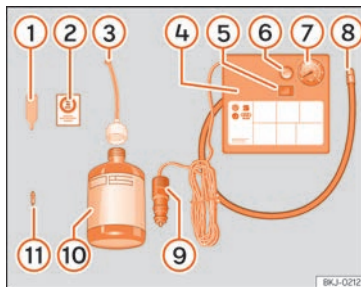

Fig. 41 Representación estándar: contenido del kit antipinchazos.
El kit antipinchazos se encuentra en el compartimento del maletero bajo el revestimiento del suelo. Incluye los siguientes componentes » **fig. 41:**
- Desenrosque la caperuza y el obús de la válvula del neumático. Utilice el aparato »» fig. 41 ① para extraer el obús. Colóquelo en una superficie limpia.
- Agite con fuerza la botella de sellante de neumáticos »» fig. 41 ⑩.
- Enrosque el tubo de inflado »» fig. 41 ③ en la botella de sellante. El precinto de la botella se romperá automáticamente.
- Retire el tapón del tubo de llenado »» fig. 41 ③ y enrosque el extremo abierto del tubo en la válvula del neumático.
- Vuelva a colocar el obús con el aparato »» fig. 41 ① en la válvula del neumático.
- Enrosque el tubo de inflado del neumático del compresor »» fig. 41 ⑧ en la válvula del neumático.
- Compruebe que el tornillo de evacuación de aire está cerrado »» fig. 41 ⑥.
- Acople el conector »» fig. 41 ⑨ a toma de corriente de 12 voltios del vehículo »» pág. 173.
- Conecte el compresor de aire con conmutador ON/OFF »» fig. 41 ⑤.
- Pegue el adhesivo »» fig. 41 ② en el cuadro de instrumentos, dentro del campo visual del conductor.
Vuelva a enroscar el tubo de inflado »» fig. 41 ⑤ y compruebe la presión en el manómetro ⑥.